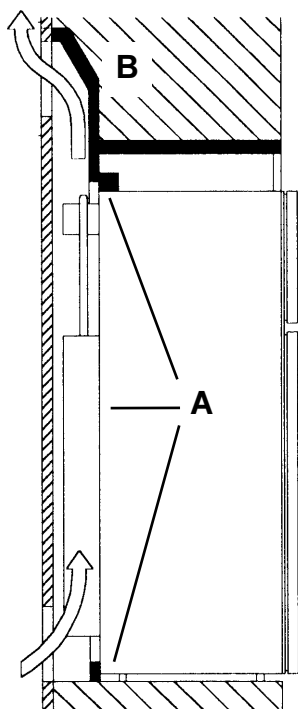

Fig.1
Inserire la piastra di scarico (B), equipaggiata con le guarnizioni (A) di materiale pesante e non infiammabile, nelle rientranze di installazione (vedere anche fig. 1).
Inoltre, la piastra di scarico (B) con le guarnizioni (A) deve isolare il frigorifero dall'area abitabile (fig. 1,4).